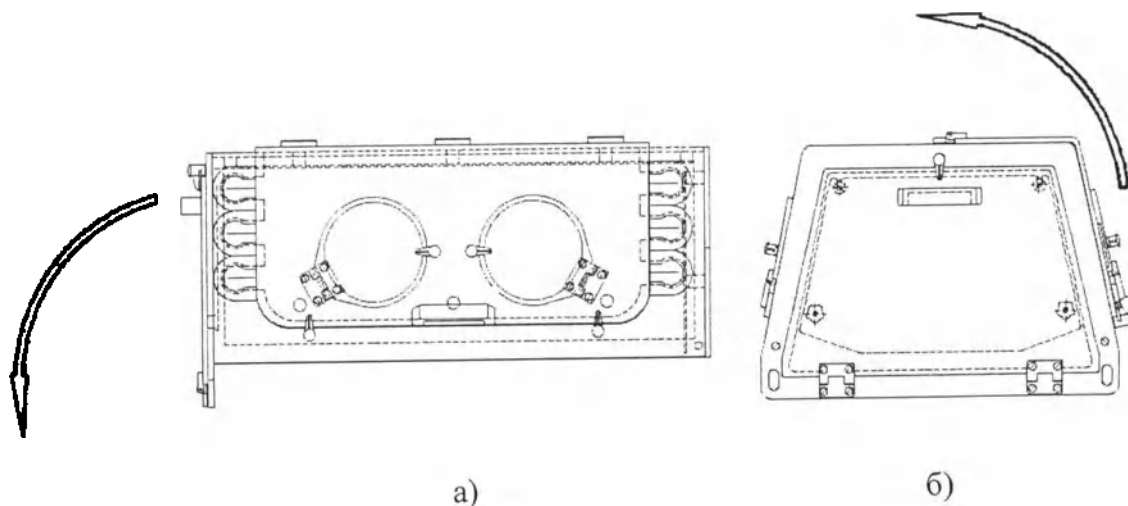

Рисунок 35
2.5 Конструкция детского отсека выполнена таким образом, что при необходимости торцевой откидной люк [рисунок 35а)] и передний откидной люк [рисунок 35б)] капсулы могут быть открыты.